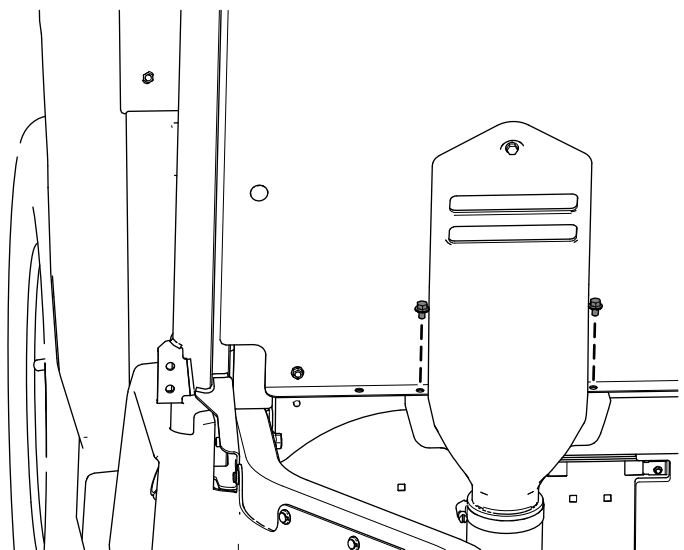

Figure 29
- G. Fixez le bas du capot d'admission CVT au panneau du siège à l'aide des 2 boulons à embase ($\frac{1}{4} \times \frac{3}{8}$ po) retirés précédemment, comme montré à la Figure 29.